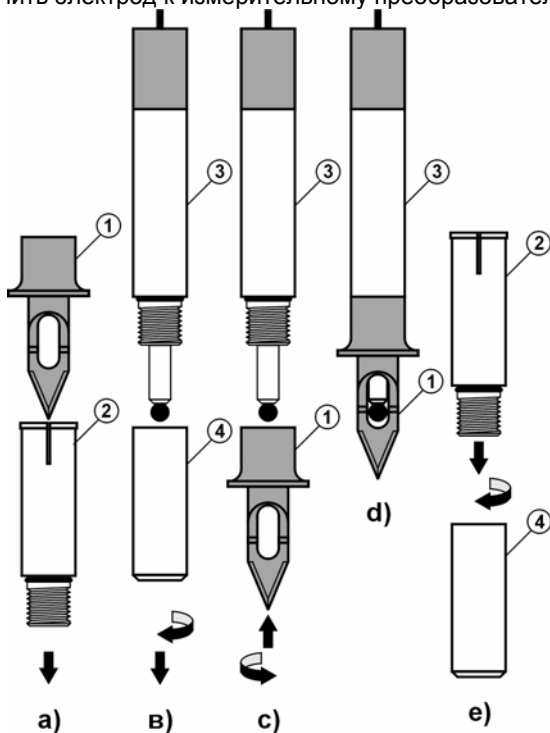

Рис. 1
4.3 На корпусе электрода (поз.3 рис.1) имеется резьба для присоединения ножевого устройства (поз. 1 рис.1) или стаканчика для растворов (поз. 4. рис.1).
4.4 Для предохранения от травм и повреждения имущества при транспортировке и в промежутках между измерениями на ножевое устройство электрода надевается защитный чехол (поз.2 рис.1).
6.2 Отвернуть и снять с электрода стаканчик с кондиционирующим раствором (поз.4 рис.1в). Для предотвращения выливания раствора из стаканчика электрод следует держать вертикально.
**6.3** Снять с ножевого устройства защитный чехол (рис. 1а).
**6.4** Закрыть стаканчик с кондиционирующим раствором (поз.4 рис.1е), винтит в него защитный чехол (поз.2 рис.1е).
**6.10** По окончании работы устройство следует разобрать в порядке обратном описанному (рис.1). В стаканчик (поз.4 рис.1в) должен быть залит раствор для кондиционирования (3М KCl).
- в качестве емкости для буферных растворов может применяться стаканчик (поз.4 рис.1). При смене растворов его следует тщательно промывать дистиллированной водой и осушать фильтровальной бумагой;
**8.5** Для предохранения от травм и повреждения имущества при транспортировке и в промежутках между измерениями на ножевое устройство электрода следует надевать защитный чехол (поз.2 рис.1).